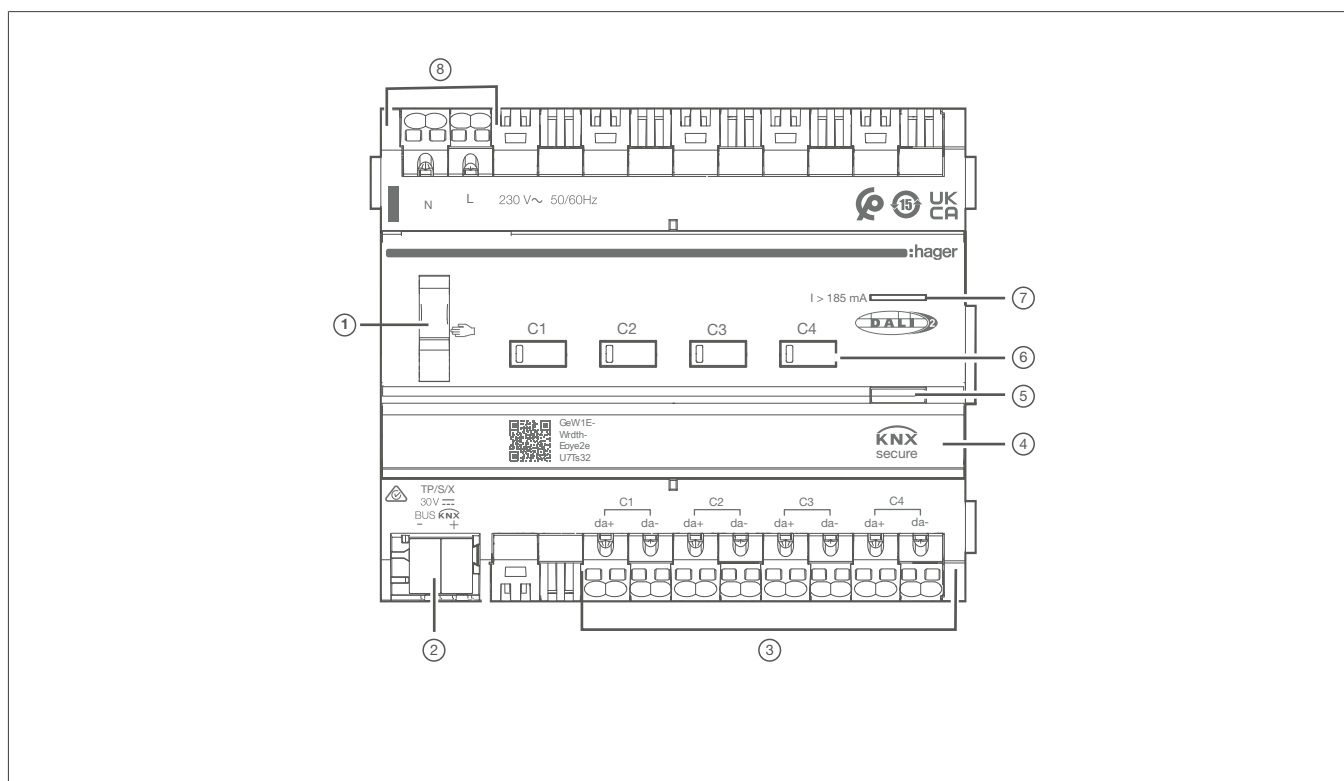

Fig. 2 : Composition de l'appareil TYAS664D
- Pousser le contacteur (Fig. 2/1) sur la position .
Les sorties peuvent être commandées indépendamment les unes des autres à l'aide des boutons de commande (Fig. 2/6).
- Pousser le contacteur (Fig. 2/1) en position **AUTO**.
Le mode manuel est désactivé. Les commandes se font exclusivement à partir du bus KNX. Le niveau de luminosité défini par la commande bus est appliqué. L'état de commutation est indiqué par la LED d'état de la touche de commande (Fig. 2/6).